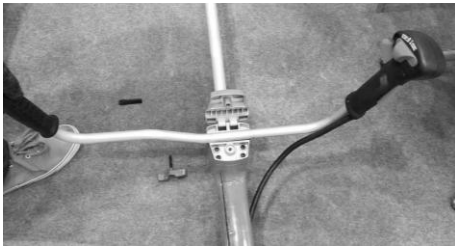

Fig. 2
- Rimuovere il bullone a farfalla per aprire il supporto del manico (4).
- Fissare l'assemblaggio del manico a corna di toro al supporto, assicurandosi che i manici siano rivolti verso l'alto (vedi Fig. 2).